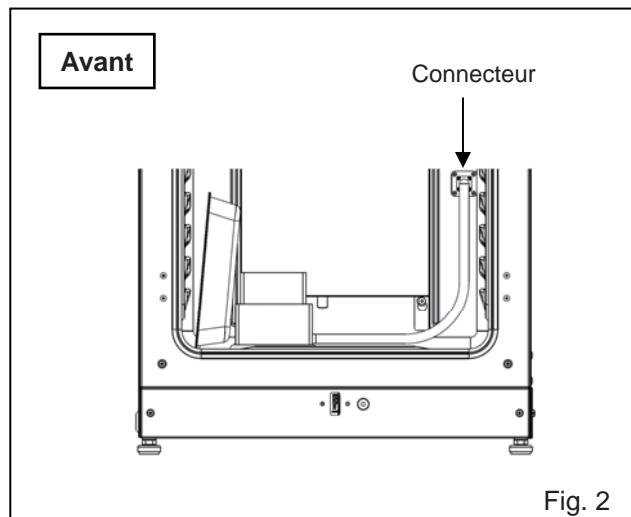

Fig. 2
- Retirez le capot du connecteur situé tout au fond à droite à l'autre bout de la chambre. Reliez le générateur de H₂O₂ et le connecteur avec le câble fourni (Fig. 2).